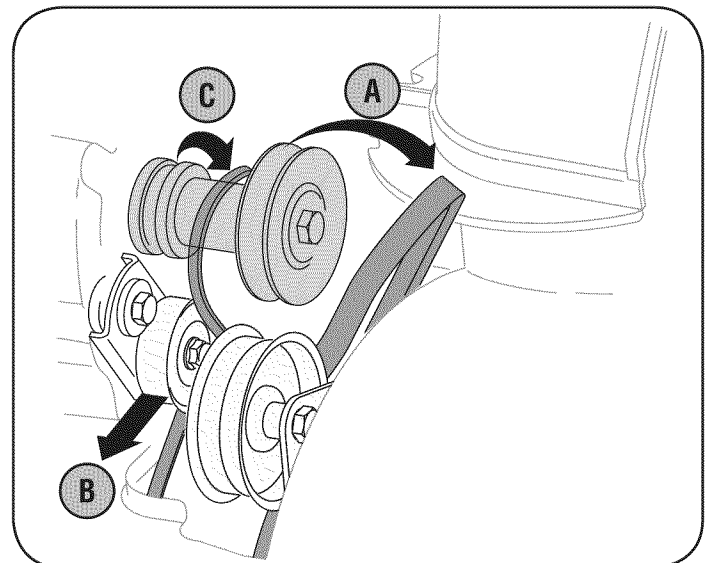

Figura 31
B. Tome la polea loca y gírela hacia la derecha. Vea la figura 31.